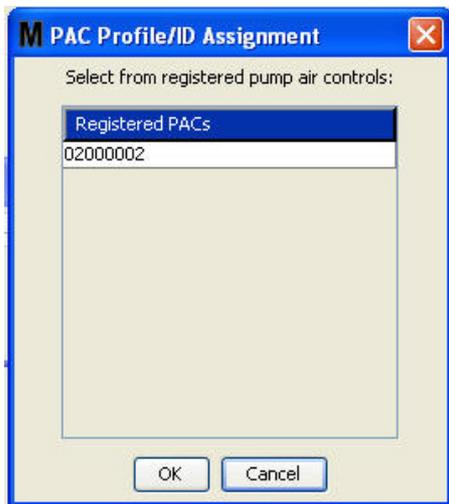

ABB. 114
4. Klicken Sie auf die Schaltfläche „Verknüpfen“, nachdem Sie der PLS einen Namen gegeben haben. Das in ABB. 114 gezeigte Fenster „Profil-/ID-Zuweisung“ wird angezeigt. Wählen Sie eine PLS aus der Liste registrierter Pumpenluftsteuerungen aus. Klicken Sie auf „OK“, um das Fenster zu schließen und die Änderungen zu speichern. Eine vollständige Beschreibung des PLS-Registrierungsvorgangs finden Sie in der Betriebsanleitung für Pumpenluftsteuerungen. Auch in dieser Anleitung finden Sie in Anhang A auf Seite 161 Anweisungen zum Registrieren einer Pumpenluftsteuerung.